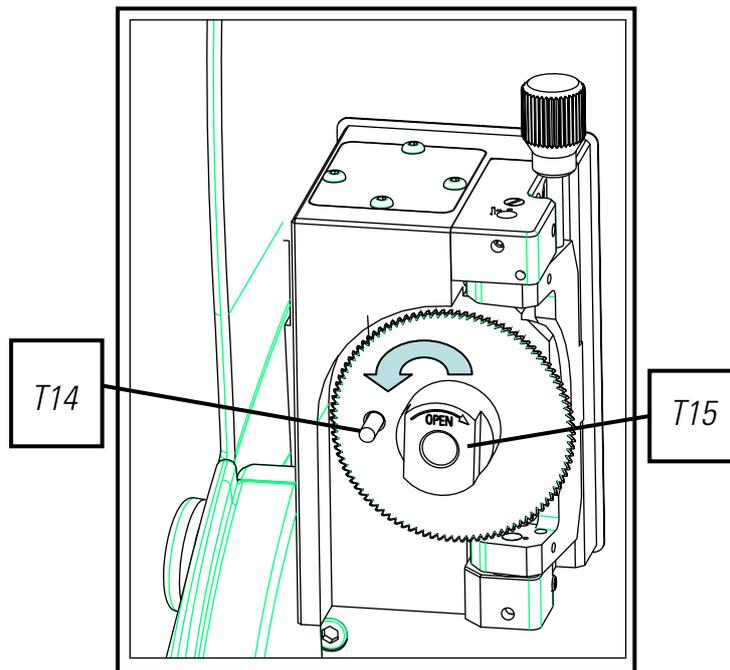

FIG. 31
- 3) Introdurre l'asta di blocco (T14) che si trova nella cassetta degli accessori. (Fig.31)